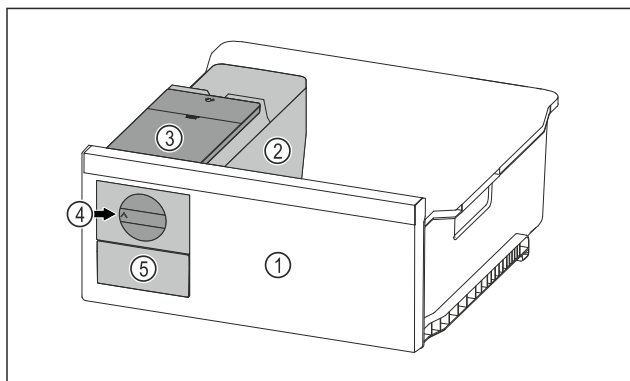

Fig. 74 Vejledende illustration
- Drej drejeknappen *Fig. 74 (4)* med uret indtil anslaget.
- ▷ Isterninger falder ud af isterningebakken og ned i isterningskuffen *Fig. 74 (5)*.